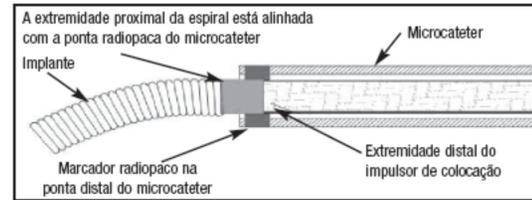

Figura 4 – Posição das fitas de marcação para separação
- Avance a espiral até o local desejado, até que o marcador radiopaco do impulsor de colocação esteja alinhado ou ligeiramente distal do marcador radiopaco da ponta distal do microcateter, posicionando a zona de separação imediatamente fora da ponta do microcateter. Consulte a Figura 4.